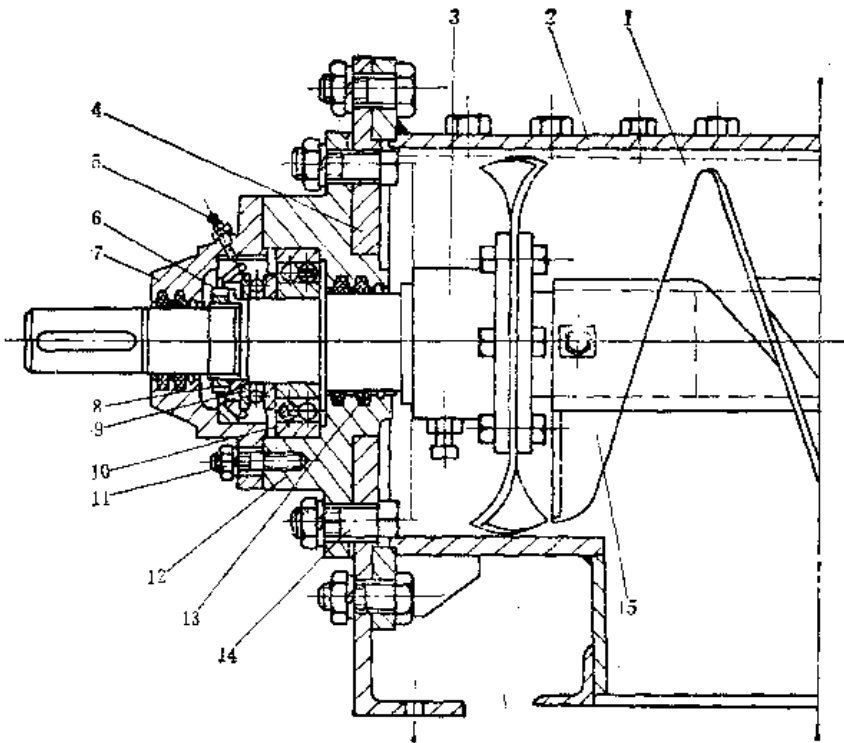

图8-6-3 螺旋头部
③ 用拉具拉下螺旋头部(图8-6-3)联轴器，然后拆下头部带孔端盖螺栓，拿下端盖，退出螺旋头部锁紧螺母，取出防松垫圈，把螺旋轴从U形槽体内抽出，拆下轴承。